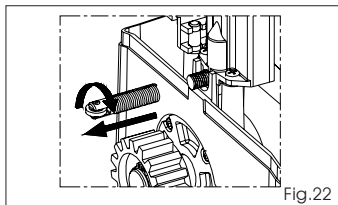

Fig.22
- Pour extraire le ressort, le tourner en sens des aiguilles d'une montre et tirer d'après la Fig. 22. L'opération demande une certaine force.